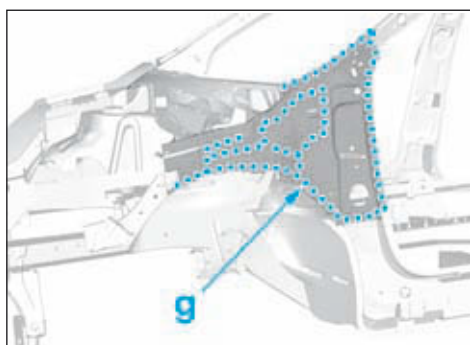

FIG.46
- points électriques en (g) (Fig.46),